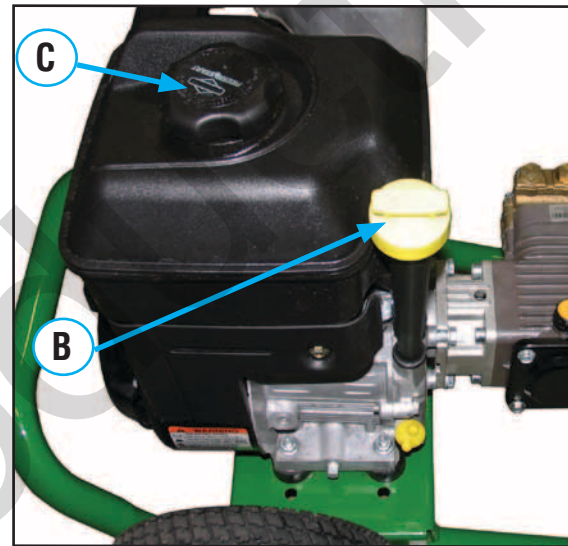

FIGURE 3
2. Nettoyez la surface autour de l'orifice de remplissage d'huile (B) (See Figure 3) et enlevez la jauge d'huile. CÀ l'aide d'un entonnoir pour huile (optionnel), versez lentement le contenu complet de la bouteille d'huile fournie dans l'orifice de remplissage.
4. Nettoyez la partie autour du bouchon du réservoir d'essence, enlevez le bouchon (C), (See Figure 3) Ajoutez lentement de l'essence "SANS PLOMB" dans le réservoir. Utilisez un entonnoir pour éviter d'en renverser. Remplissez lentement le réservoir jusqu'à environ 4 cm (1.5 in) po en dessus du col de remplissage.